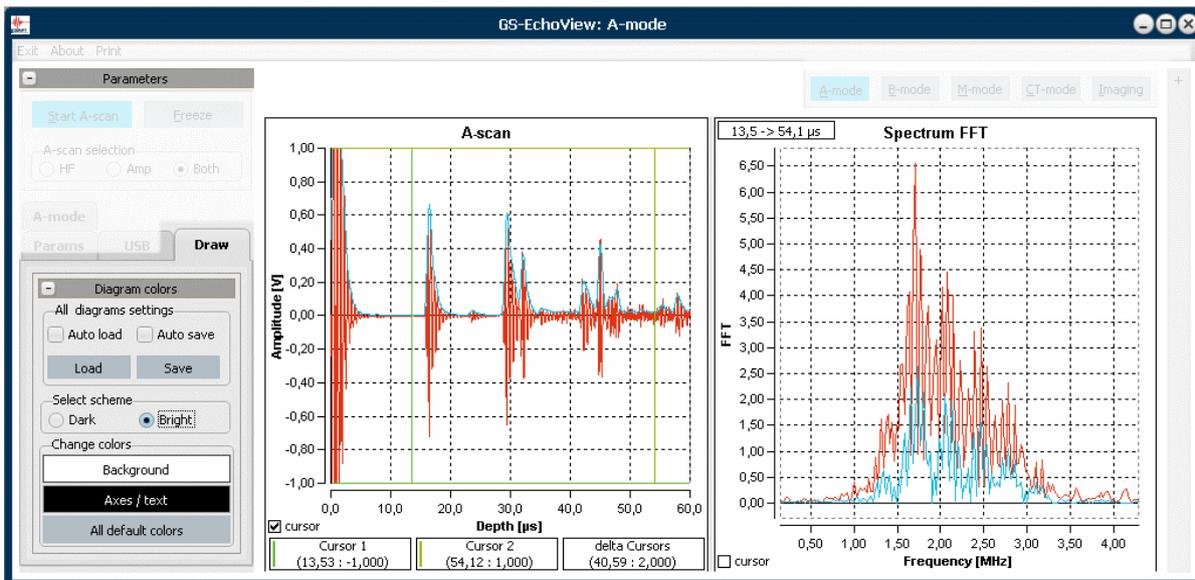

Abb. 33: Basis-Farbschema Bright
- **Bright:** Hintergrund hell, Vordergrund (Achsen und Beschriftung) dunkel. Dieses Farbschema ist von Vorteil, wenn Diagramme oder Bildschirmkopien gedruckt werden sollen (siehe Abb. 33).